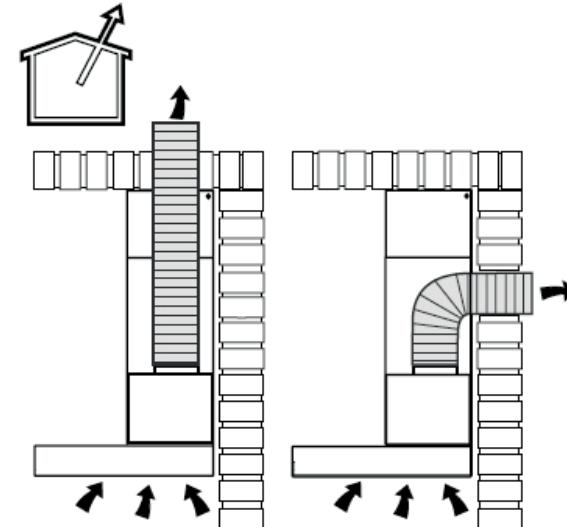

Figure 1
- soit en version ÉVACUATION (figure 1),
Utilisation en version évacuation (figure 1)